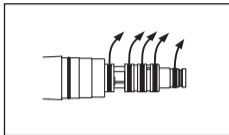

Fig. 43
- ➋ Enlevez chaque joint manuellement et avec précaution (Fig. 43).